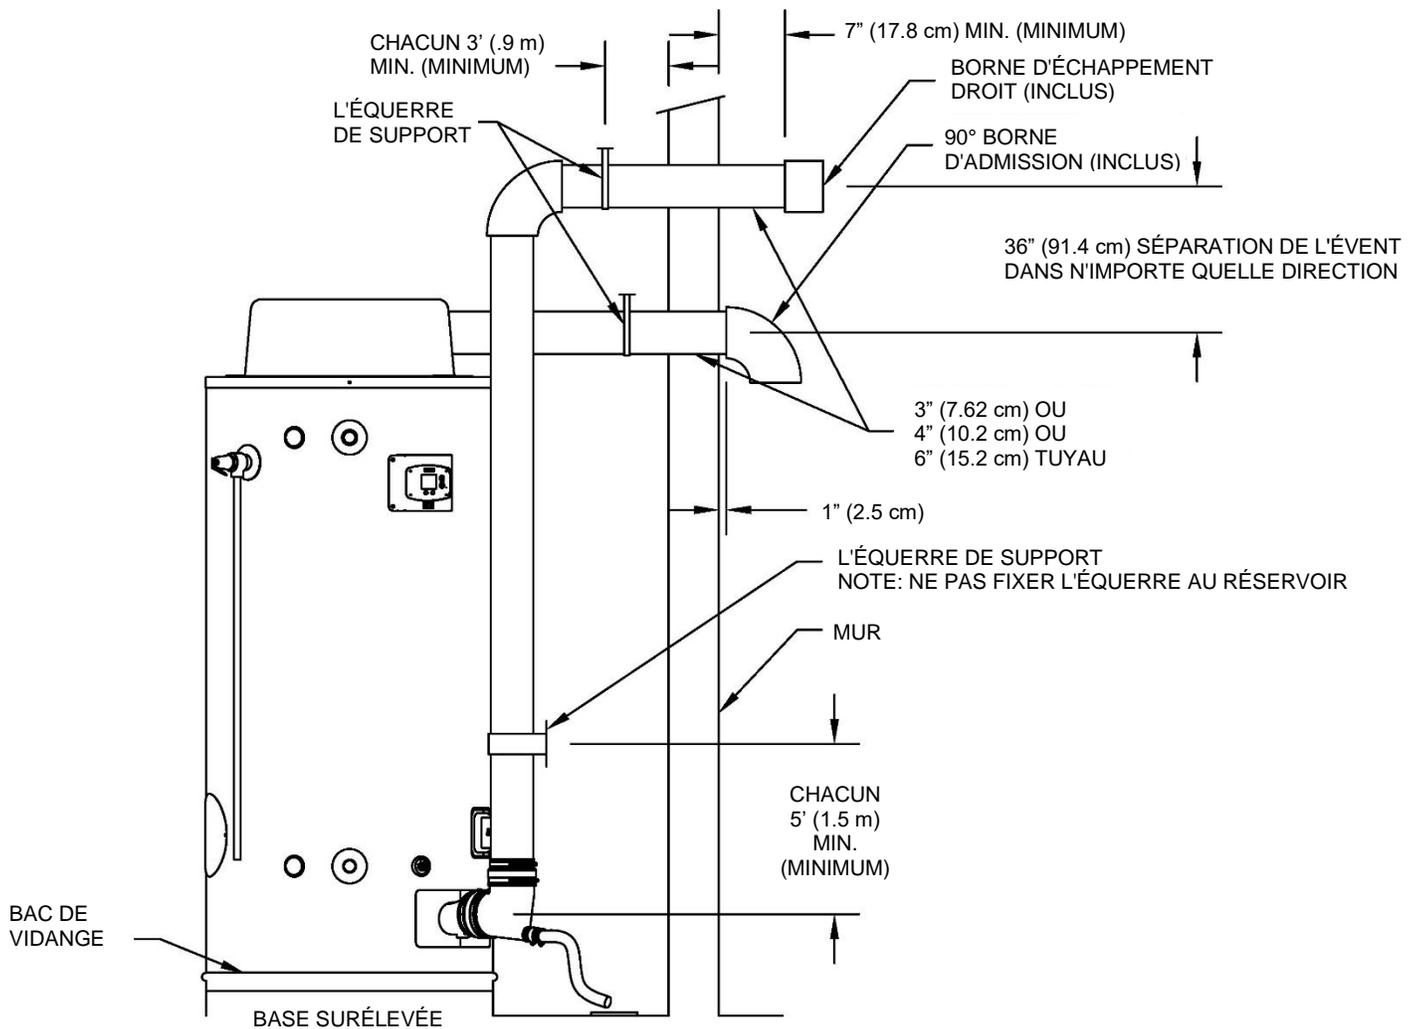

Figure 12 — Système horizontal typique de ventilation directe
2. Utilisez le ciment approprié pour fixer aux tuyaux les terminaux d'évacuation et d'admission d'air fournis avec le chauffe-eau. La distance entre le bord arrière du terminal d'échappement et le mur extérieur (voir figure 12) doit être de 15,2 cm (6 po) de plus pour le terminal d'échappement que pour le terminal d'admission d'air. Utilisez le ciment ou le mastic d'étanchéité et les procédures d'assemblage appropriés pour sécuriser les joints des connecteurs de ventilation entre le terminal et la sortie du ventilateur. Prévoir des supports pour chaque .92 m (3 pi) d'évent horizontal au-delà du terminal d'admission.